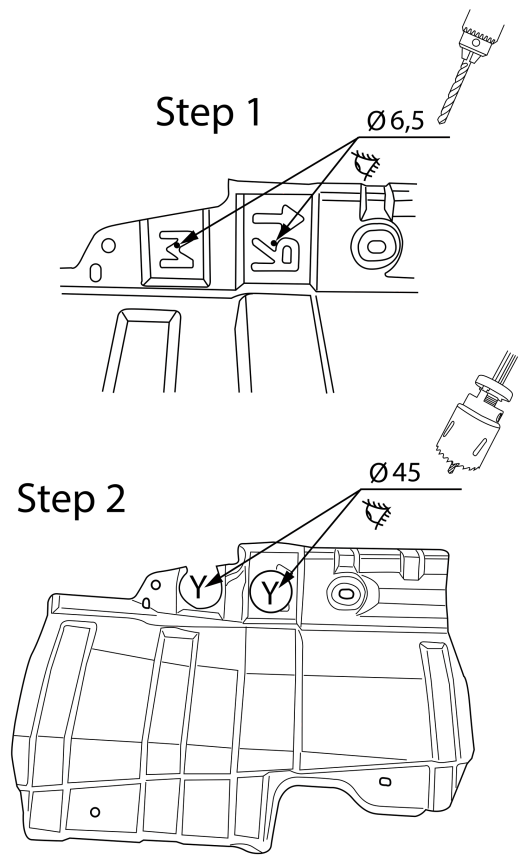

Fig. 2
8. Просверлить отверстия Y диаметром 45 мм насквозь (см. рис. 2).